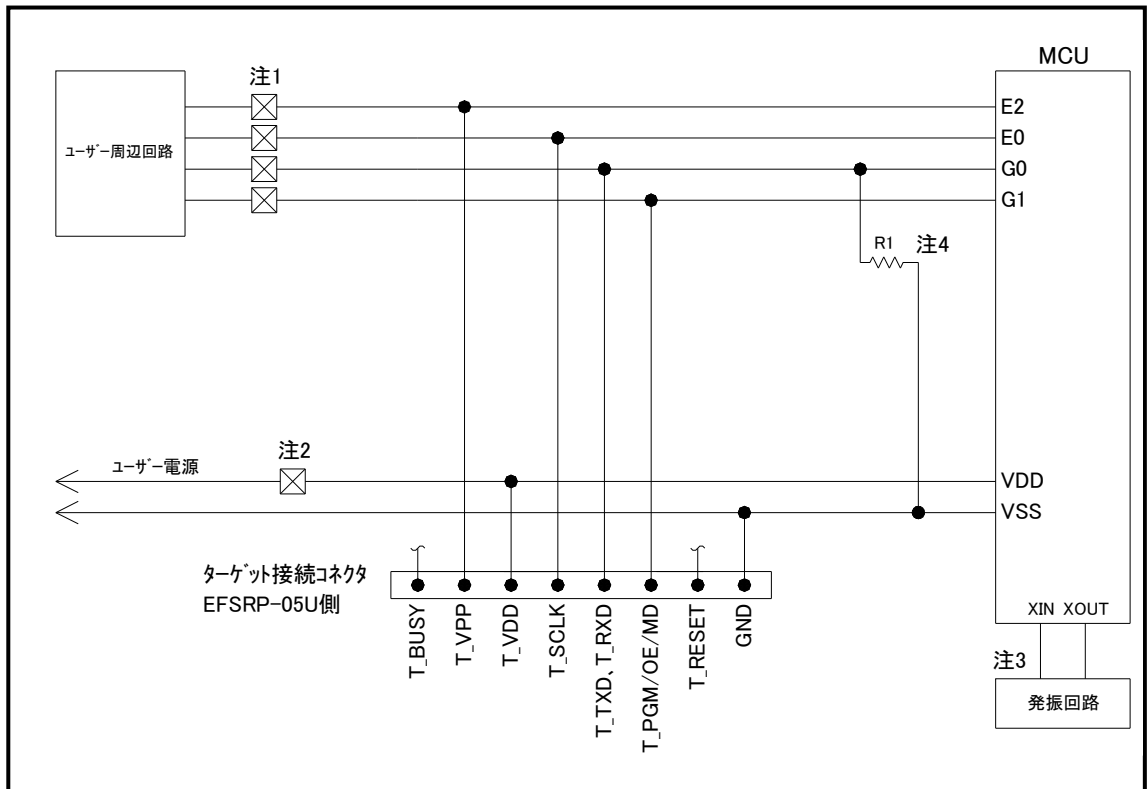

図3.1 ターゲットMCU周辺回路例
(1) 4283グループご使用の場合でのターゲットMCU周辺回路例を図3.1に示します。